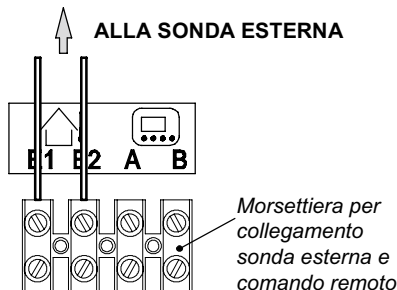

Figura 5.26
- Collegare ai morsetti **E1** e **E2** della morsettieria i due conduttori elettrici come indicato in Figura 5.26